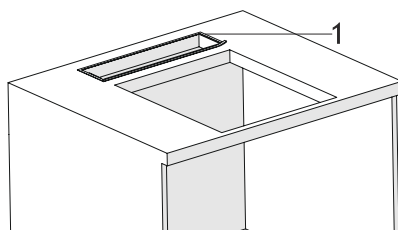

Fig. 13
2. ➤ Placera tätningslistan runt det utskurna hålet i bänkskivan (Fig. 13).